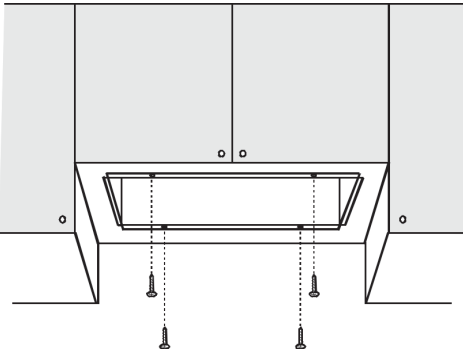

fig.11
4. Fixez la hotte à l'aide des 4 vis fournies – fig. 11.